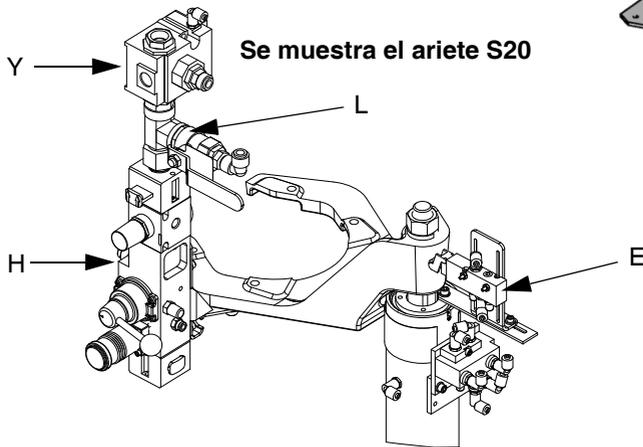

FIG. 2: Identificación de componentes, intercambio de bidón neumático
Vea ejemplos en la FIG. 2 de la página 13 (para sistemas de intercambio de bidón neumático) y en la FIG. 3 de la página 15 (para sistemas de intercambio de bidón electrónico).
- **Válvula deslizante principal de aire (BA):** abre y cierra el aire hacia el sistema. Cuando está cerrada, la válvula alivia la presión corriente abajo.
- **Regulador de aire del ariete (BB):** controla la presión para elevar y bajar el ariete y la presión de descarga.
- **Válvula directora del ariete (BC):** controla la dirección del ariete.
- **Lumbrera de escape con silenciador (BD)**
- **Regulador de aire del motor (BE):** Controla la presión de aire hacia el motor.
- **Válvula deslizante del motor neumático (BF):** abre y cierra el aire hacia el motor. Cuando está cerrada, la válvula alivia el aire atrapado entre ella y el motor neumático. Presione la válvula para cerrar. **DataTrak remoto: Para que el aire fluya,** la válvula de solenoide de aire (Y, FIG. 2), la válvula deslizante del motor neumático (BF) y la válvula deslizante principal de aire (BA) deben estar abiertas. (Vea la sección Configuración de DataTrak remoto en el Manual de funcionamiento de los sistemas de suministro 313526.)
- **Botón de descarga (BG):** conecta y desconecta el aire para empujar el plato hacia afuera de un bidón vacío.
Vea la FIG. 2.
La FIG. 2 muestra un sistema de intercambio de bidón neumático. Consulte el manual 313526 (suministrado) para las instrucciones de instalación y funcionamiento del ariete. El intercambio de bidón neumático funciona como sigue:
Clave de la FIG. 2: